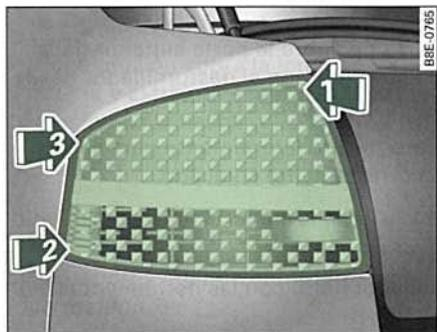
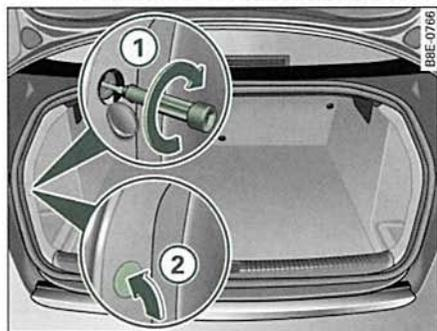

Fig. 261 Montar la unidad de luz trasera
Fig. 262 Maletero: Posición del tornillo de fijación para la unidad de luz trasera
- Coloque la unidad de luz trasera primero en ⇒ fig. 261 flecha ① en el alojamiento. ▶
- Presione ligeramente la unidad de luz trasera, primero por el punto ② y luego por el punto ③ contra el alojamiento, hasta que los clips asienten firmemente en los cojinetes de goma.
- Ejercer una ligera presión sobre la parte superior de la unidad de luz trasera y fijela con el destornillador desde el maletero ⇒ *página 307*, fig. 262 ①.
- Vuelva a colocar en su lugar la cubierta del revestimiento interior ②.